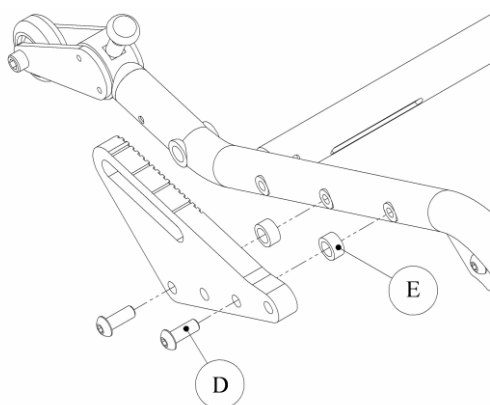

Figure 9 - Installation de la plaque de fixation
Les roues arrière de 20, 22 et 24 po (51, 56 et 61 cm) sont fixées à la base par l'intermédiaire de la plaque de fixation montrée à la figure 9. Celle-ci est assemblée au châssis en procédant de la manière suivante :
2. Insérer les vis **D** dans les trous correspondants de la plaque de fixation (figure 9);